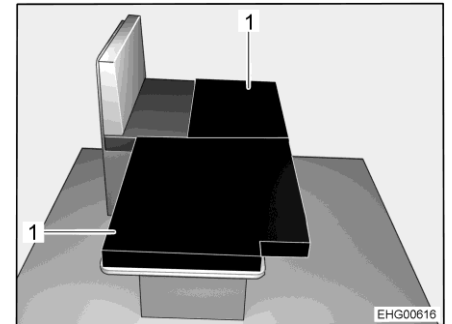

Fig. 52 Después de la transformación
- Colocar los dos cojines adicionales (Fig. 52,1) en la mesa bajada del modo mostrado en la imagen.